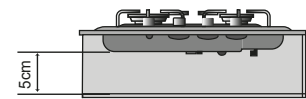

Imagen 2
- Garantiza un espacio mínimo de 5cm entre la base de la cubierta y la superficie más cercana (mueble, cajón u horno) (Ver imagen 2).